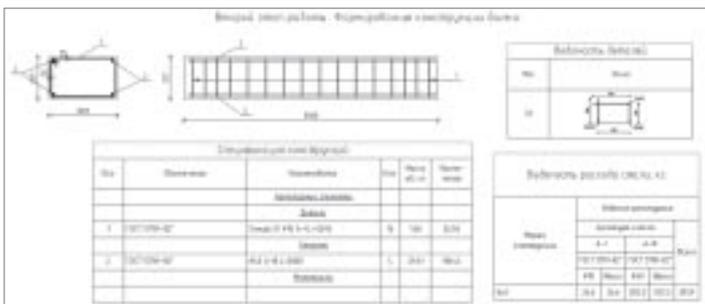

Рис. 30
- формирование железобетонной конструкции – балки (рис. 30).